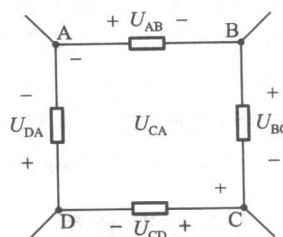

图 1-3 基尔霍夫电压定律实例
例题:有一闭合回路如图 1-3 所示,各支路的元件是任意的,但已知: $U_{AB} = 5 \text{ V}$, $U_{BC} = -4 \text{ V}$, $U_{DA} = -3 \text{ V}$ 。试求:(1) U_{CD} (2) U_{CA} 。